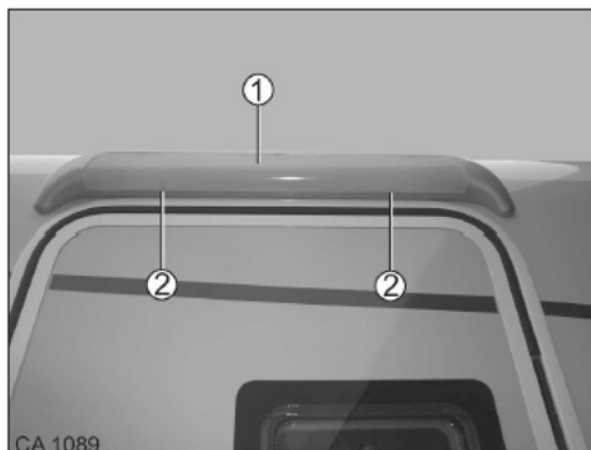

Fig. 194 Éclairage de l'auvent
1. Pour nettoyer le recouvrement : desserrer les clips (Fig. 194/2) et enlever le recouvrement (Fig. 194/1).